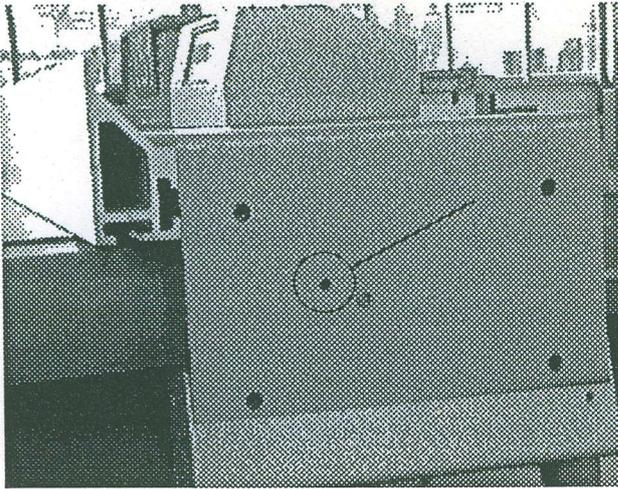

Bild 7.4
- Mit Inbusschlüssel SW 4 die Sicherungsschraube (siehe Kreis im Bild 7.4, nicht die nach außen vorstehende Inbusschraube rechts daneben) lösen.
- Abschließend den Verschußstopfen wieder eindrücken und die Sicherungsschraube (im Kreis, Bild 7.4) wieder anziehen.